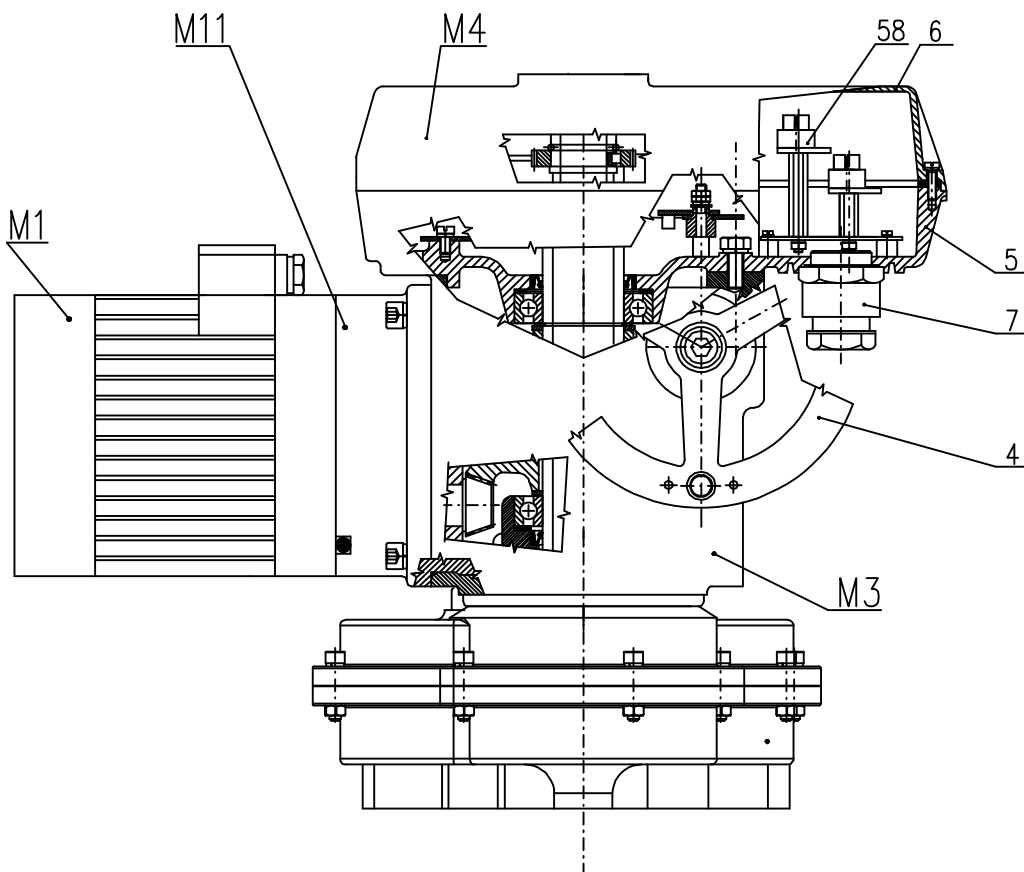
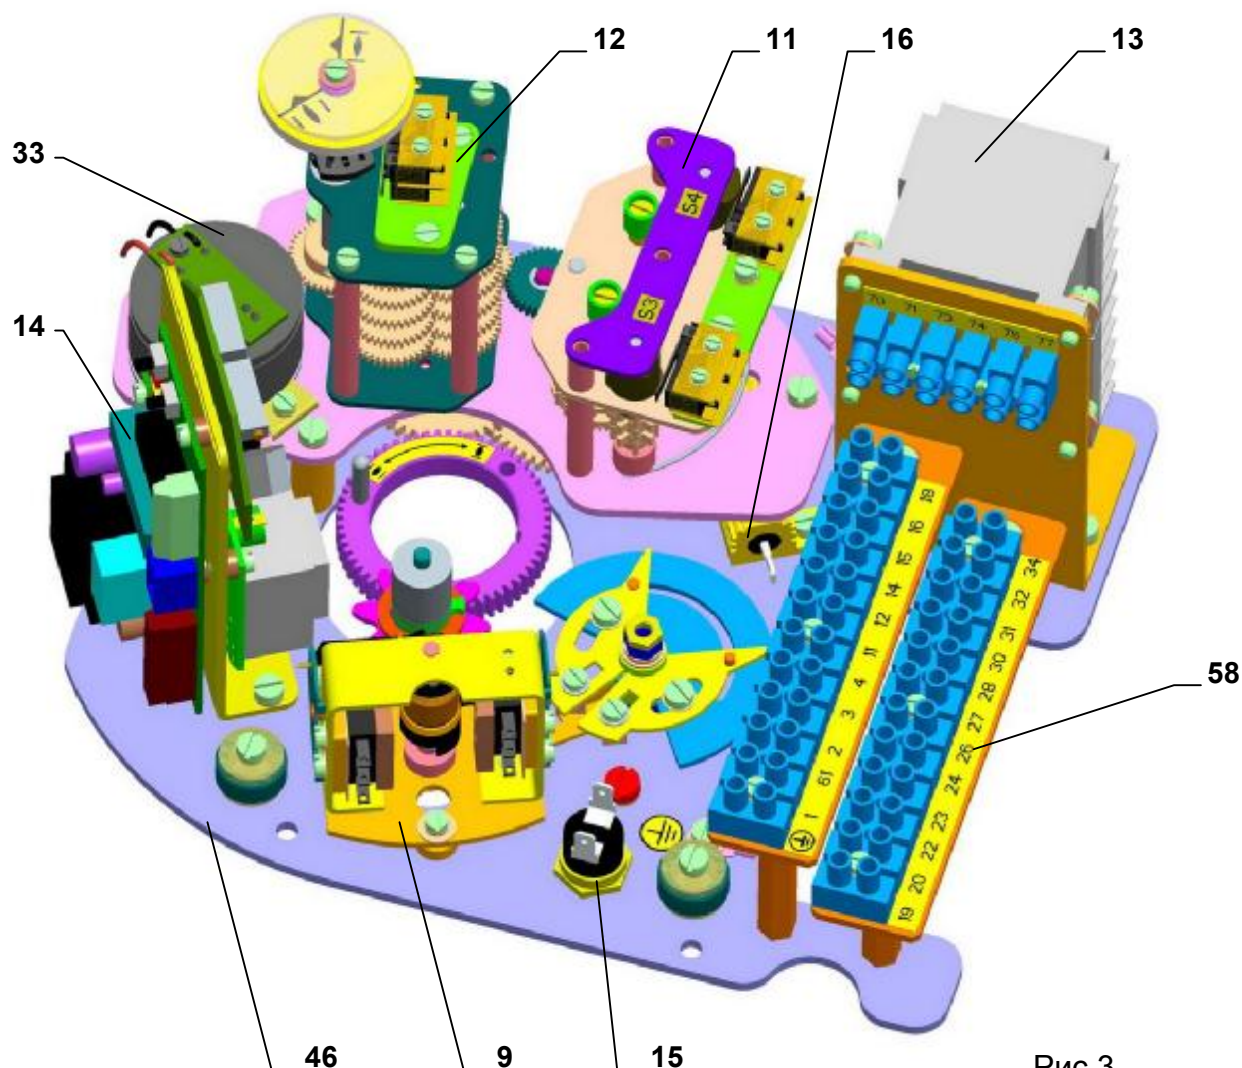

Рис. 1
Рис.3
ЭП МО многооборотные состоят из следующих модулей (рис.1-МО 3-А, рис.1а-МО 4-А):
Рис.1а
Модуль М4 – коробка управления (Рис. 1), помещен в верхней части ЭП и создает самостоятельное функциональное целое. Верхнюю часть образует кожух коробки управления. Нижняя часть коробки управления включает шкаф силовой передачи и создает несущую часть передачи управляющей плиты (Рис.3).
- блок положения (11)
- блок сигнализации с передаточным звеном (12)
- блок моментного выключения (9)
- блок датчика (33) (для спецификации ЭП)
- нагревательное сопротивление (16) с термическим выключателем (15)
- реверсивные контакторы (13) (для спецификации ЭП)
- электрическое включение через клеммные колодки (58), расположенное в коробке управления и кабельных вводов (7)(рис.1).